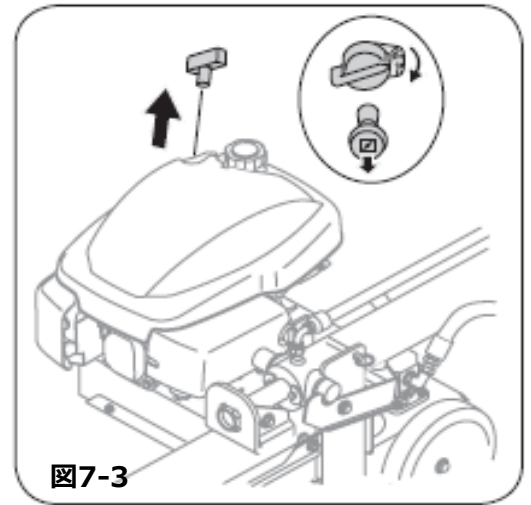

図7-3
2. エンジンにあるチョークノブを引きます。(図7-3参照)